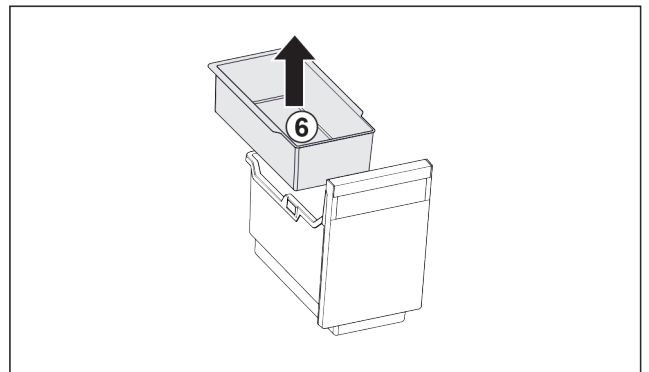

Fig. 101
- ▶ Vzemite ven Fig. 101 (6) obešalno skodelico.